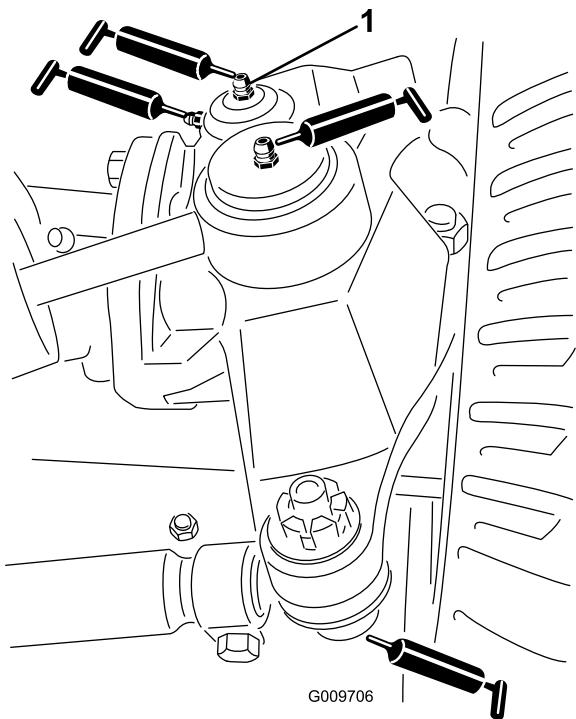

图 49
- 转向油缸球窝接头 (2) (图 49)
- 横拉杆球窝接头 (2) (图 49)
- 主销轴套 (2) (图 49)。主销顶部接头应每年润滑一次 2 个泵。